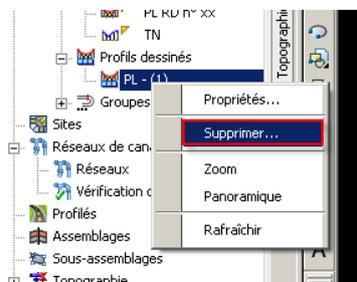

Fig. 49c – Conception par avancement
**Attention : Pour supprimer un profil dessiné, il faut sélectionner la grille puis utiliser la touche « suppr » du clavier ou utiliser le prospecteur (Fig. 49c ci-dessous)**